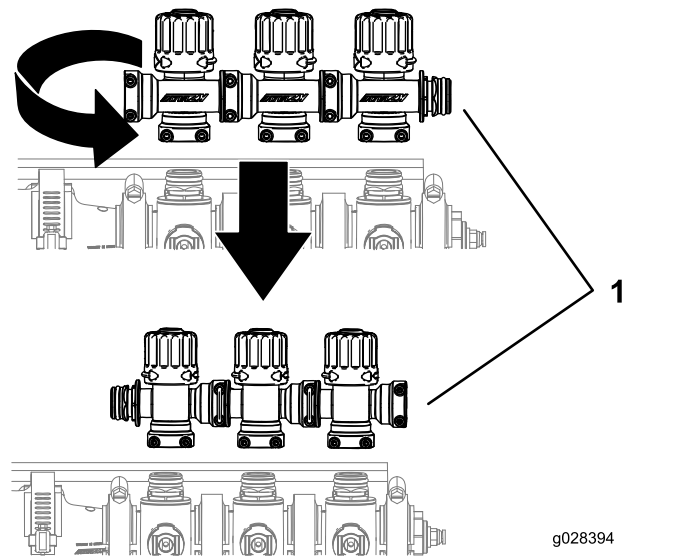

Figura 11
5. Gire el grupo de válvulas de desvío de los brazos 180 grados, como se muestra en la Figura 11.